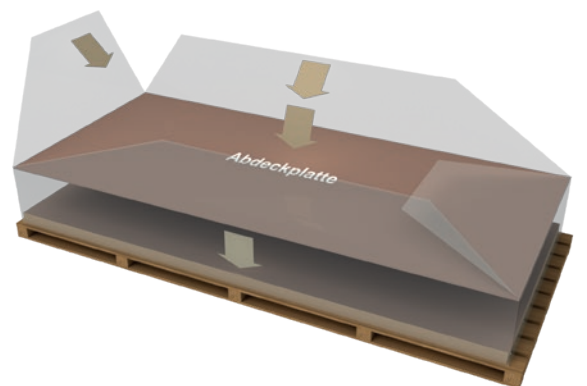

Abbildung 2
- Palette mit Abdeckplatte und Folie abdecken (siehe Abbildung 2)